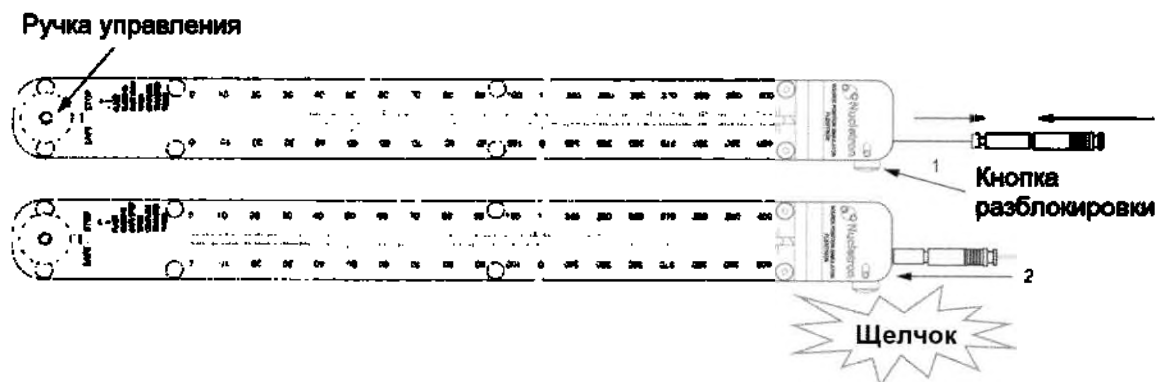

Рис.11: введение кабеля имитатора источника в трубку для перемещения источника и подсоединение адаптера к симулятору положения источника
2. Убедитесь, что кабель имитатора источника или провод симулятора полностью отведен в безопасное положение. Данное положение отмечено на верхней части линейки; см. Рис.11.
3. Осторожно введите кабель имитатора источника в трубку для перемещения источника (1); см. Рис.11. Следите за тем, чтобы кабель имитатора источника или провод симулятора не перегибался.
4. Нажмите на кнопку разблокировки и подсоедините трубку для перемещения источника/адаптер к симулятору положения источника (2); см. Рис.11. При установке трубки/адаптера должен раздаться щелчок. Убедитесь, что все соединения между симулятором положения источника и аппликатором хорошо подогнаны.